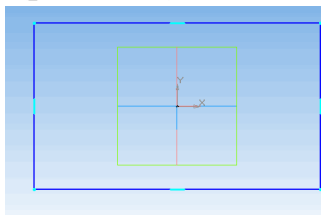

Рисунок 4.12 – Ескіз основи
- у полі «**Ширина**» введемо значення «120» (для інших моделей ці параметри будуть іншими). Далі фіксуємо курсор «миші» в точці початку координат (рис. 4.12).